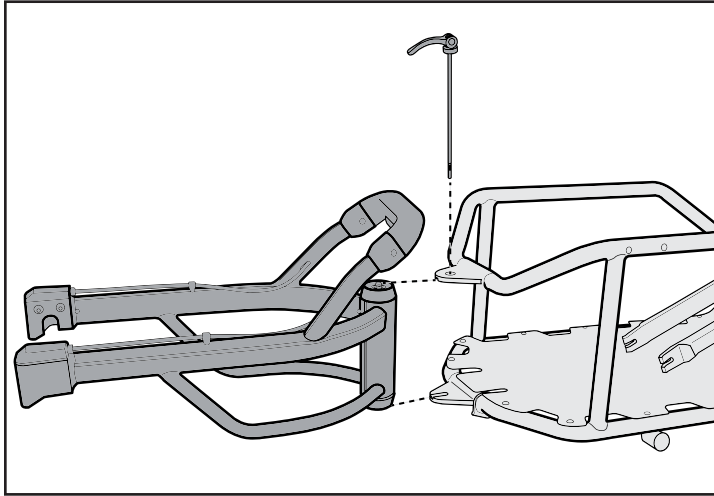

Figure 7
1. Insert yoke into the slotted brackets at the front end of the trailer body. (Figure 7)
2. Insert the long quick release skewer into top bracket hole, passing through the yoke. (Figure 7)
1. Insérez l'attelage dans les supports fendus situés à l'arrière du châssis de la remorque. (Figure 7)
2. Insérez la broche à blocage rapide dans le trou des supports et dans l'attelage. (Figure 7)
1. Setzen Sie die Gabel in die geschlitzten Halterungen vorn am Aufbau ein. (Abbildung 7)
2. Führen Sie den langen Schnellspannerstift in das obere Loch der Halterung und durch die Gabel. (Abbildung 7)